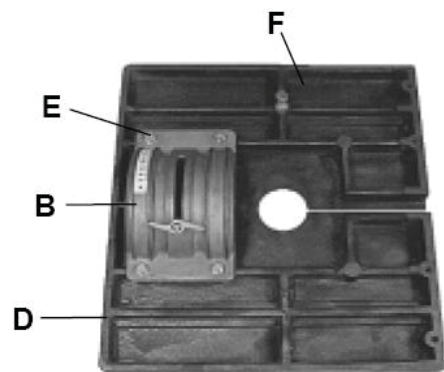

Рис. 2
- Четырьмя шестигранными болтами (M8x16) (Е) и шайбами прикрепите механизм наклона стола с опорой (В) к нижней части стола (D), следите за тем, чтобы шкала регулировки угла располагалась как можно ближе к краю стола (Рис. 2).
- Пока стол перевернут, закрепите стопорный винт стола и гайку (F), как показано на рисунке. Это нужно будет отрегулировать позже (Рис. 2).